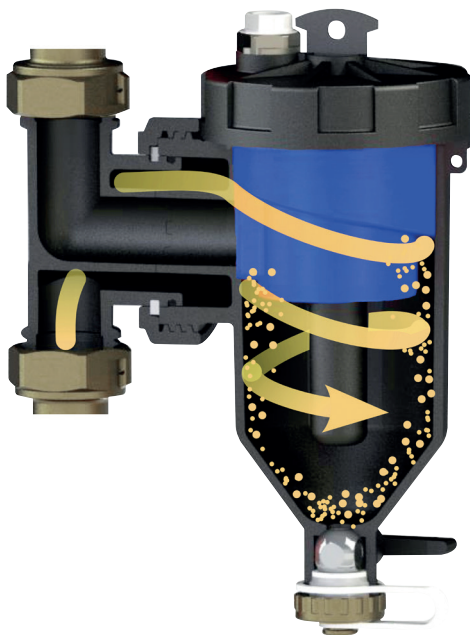

Abb. B1: Zyklonfiltration + Dekantierung im Schlammabscheider
- **Zyklonfiltration:** Der Strom des Mediums tritt in das verstellbare T-Stück (2) ein, das ihn an die Außenwand des Zyklonfilters (7) weiterleitet. Die Strömung wird in eine Wirbelbewegung versetzt: Die Schmutzpartikel beginnen sich aufgrund der Zentrifugalkraft zu lösen (Abb. B1).
- **Dekantierung der Verunreinigungen im Schlammabscheider:** Das Medium tritt in den Schlammabscheider (1) ein, verlangsamt sich und die Partikel beginnen sich aufgrund der Schwerkraft am Boden abzusetzen (Abb. B1).